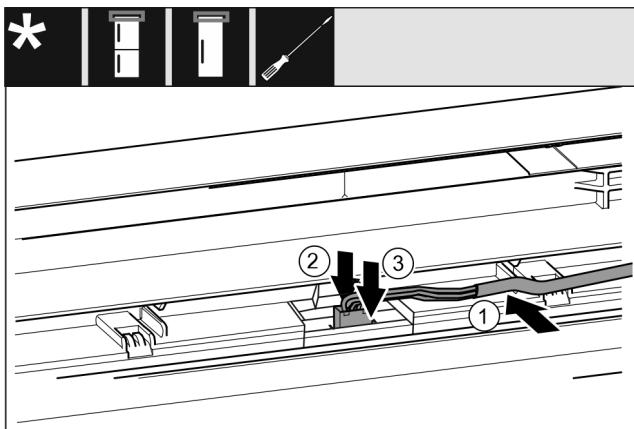

Fig. 39 制冷/冷冻组合/冰柜/冰箱
- ▶ 将电缆 Fig. 39 (1)置入上方冰箱门的导向装置。
- ▶ 将止动凸缘 Fig. 39 (2)向后按住。
- ▶ 插入插头 Fig. 39 (3)。